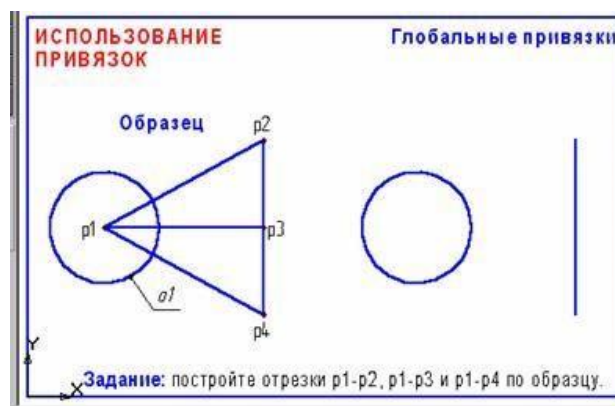

Рис.6. Построение привязок
Задание 4: постройте три отрезка $p1 - p2$, $p1 - p3$ и $p1 - p4$ по образцу. Начальные точки отрезков лежат в центре окружности $o1$, а конечные в начале, в середине и в конце отрезка $p2 - p4$ соответственно, рис. 6.
2. Постройте окружность $o1$ и отрезок $p2 - p4$, как показано на рис. 6.